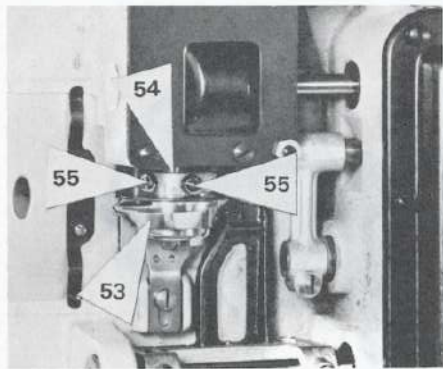

Bild 27
Um diese Einstellung zu erreichen, ist zunächst der Greifer (53) in die richtige Stellung zu bringen. Nach Lösen seiner beiden Befestigungsschrauben (55) und Verdrehen auf der Greiferwelle (54) lässt er sich in die verlangte Stellung bringen (siehe Bild 27). Zu beachten ist dabei, dass der seitliche Abstand der Greiferspitze zu Nadel 0,05 mm betragen muss. Jetzt werden die Greiferbefestigungsschrauben wieder angezogen. Das Klemmstück (64) kann von der Nadelstange abgenommen und die Nadelhöhe eingestellt werden.